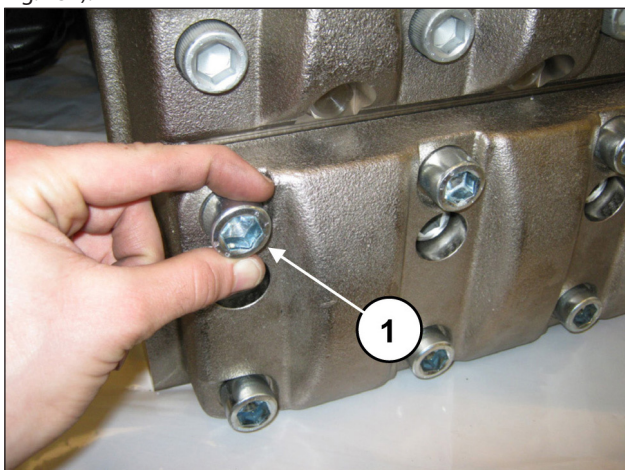
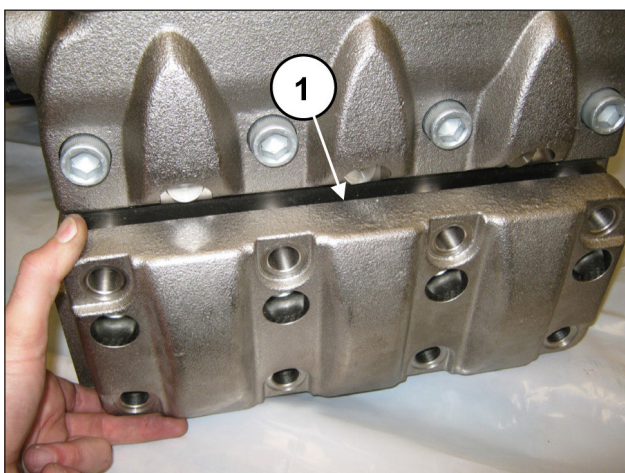

Fig. 136
Fig. 137
Aflojar los 8 tornillos M16x45 de la tapa de las válvulas de aspiración (pos. ①, Fig. 136) y desmontar la tapa (pos. ①, Fig. 137).